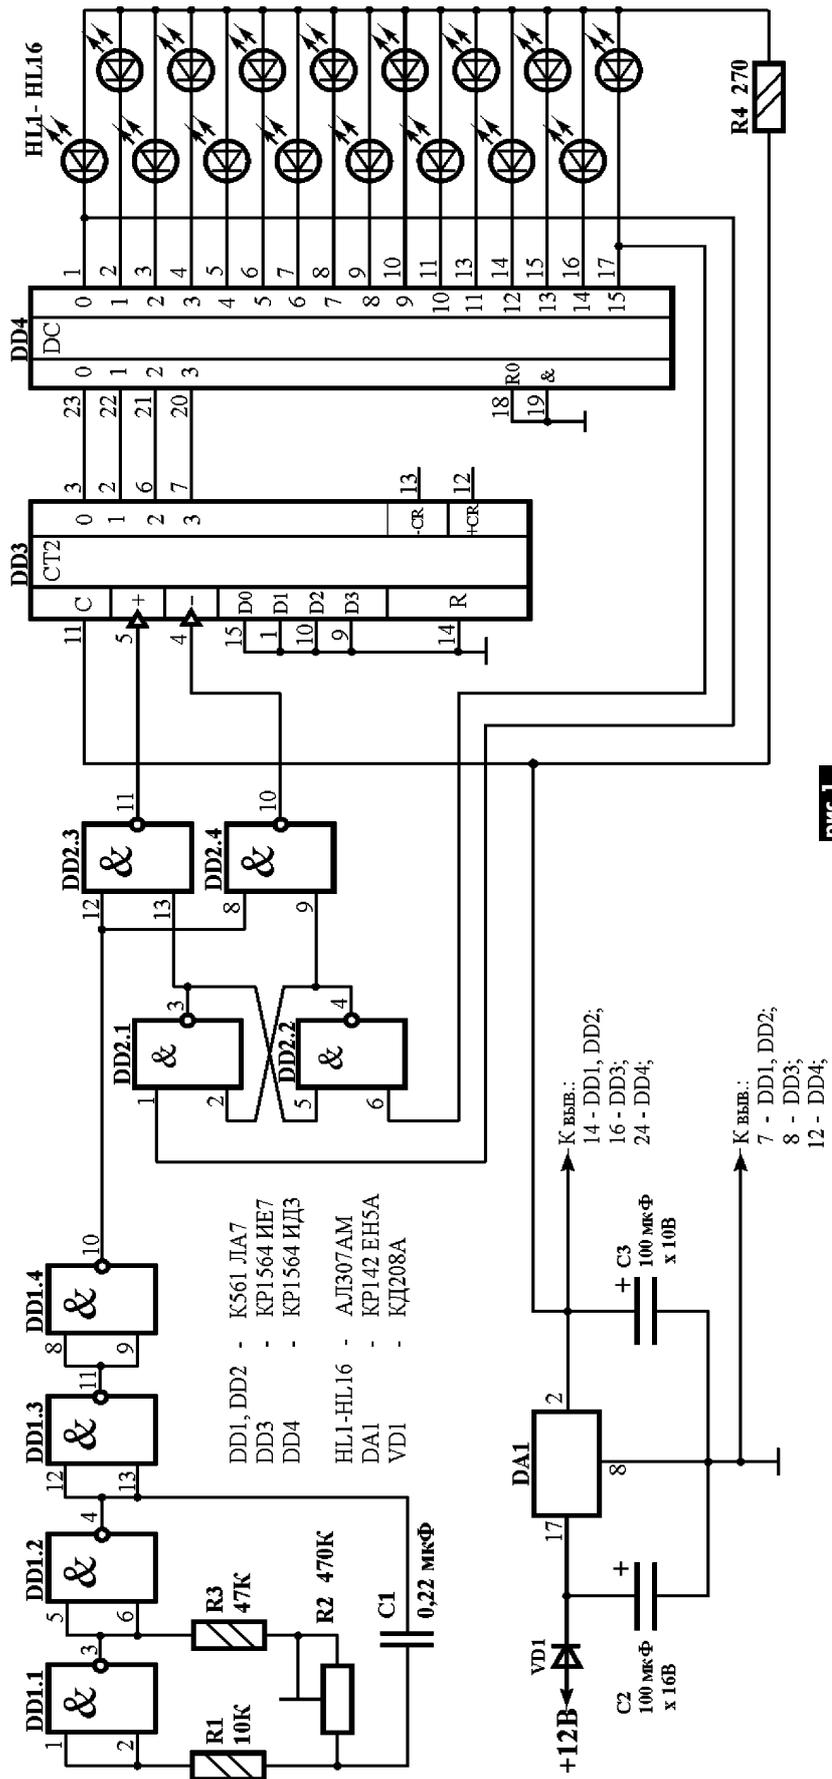

рис. 1
**Описание работы.** Схема электрическая принципиальная первого варианта устройства показана на рис. 1. Устройство формирует эффект чередующегося двунаправленного переключения "Бегущего огня". На элементах DD1.1, DD1.2 собран генератор прямоугольных импульсов с частотой следования около 10 Гц. Частоту можно изменять подстроечным резистором R2. Последовательно с ним включен резистор R3, ограничивающий сверху частотный диапазон генератора на уровне 100 Гц. Поскольку амплитуда напряжения на левой (по схеме) обкладке конденсатора C1 достигает удвоенного значения напряжения источника питания, в устройство введен резистор R1. Он предназначен для ограничения импульсного значения тока через внутреннее защитные диоды элемента DD1.1 на уровне 1 мА, что необходимо для предотвращения выхода из строя микросхемы DD1 при длительной эксплуатации. Буферные элементы DD1.3, DD1.4 предназначены для увеличения крутизны импульсов генератора.